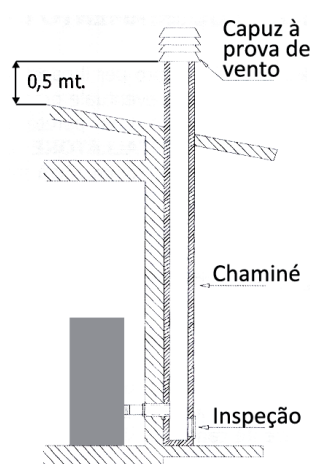

Fig. 2: ligação à chaminé
- A chaminé deve ser posicionada de maneira a garantir a evacuação dos fumos bastante longe da zona de refluxo. Uma tal zona tem dimensões e formas diferentes conforme a inclinação do telhado. Para isso devem-se escolher necessariamente as alturas mínimas (Fig. 2).